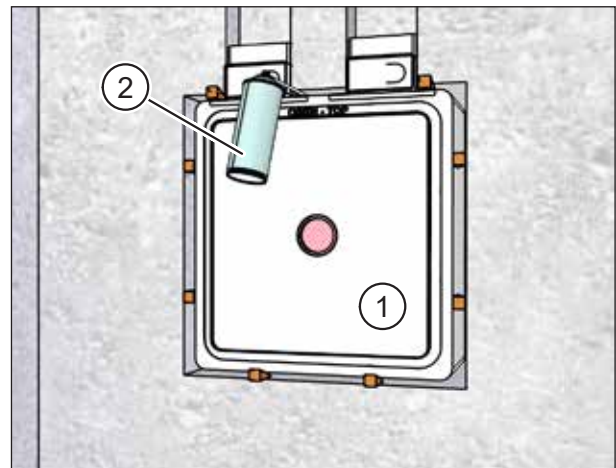

Abb. 21: Hohlräume um den Mauerkasten einschäumen
- ▶ Kontrollieren Sie, dass der Putzschutzdeckel (Pos. 1 in Abb. 21) vor dem Einschäumen eingesetzt ist.
- ▶ Füllen Sie die Hohlräume zwischen Mauerkasten und Mauerdurchbruch umlaufend und durchgängig mit Montageschaum (Pos. 2 in Abb. 21) oder mit anderen geeigneten Füllmaterialien.